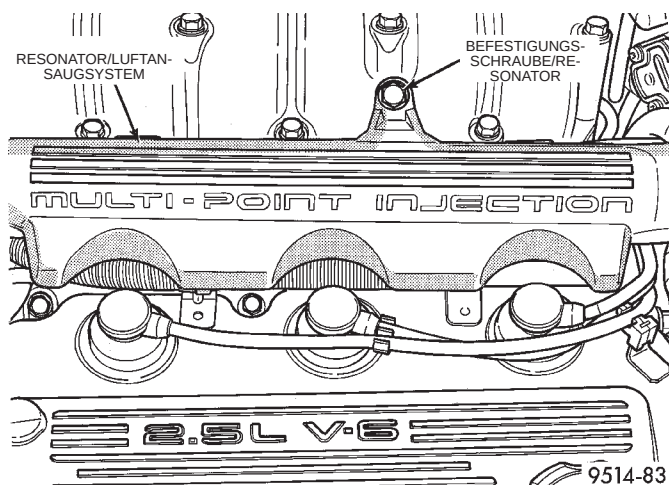

Abb. 84 Resonator/Luftansaugsystem
(1) Die Schraube lösen, mit der der Resonator am Ansaugkrümmmer montiert ist (Abb. 84).